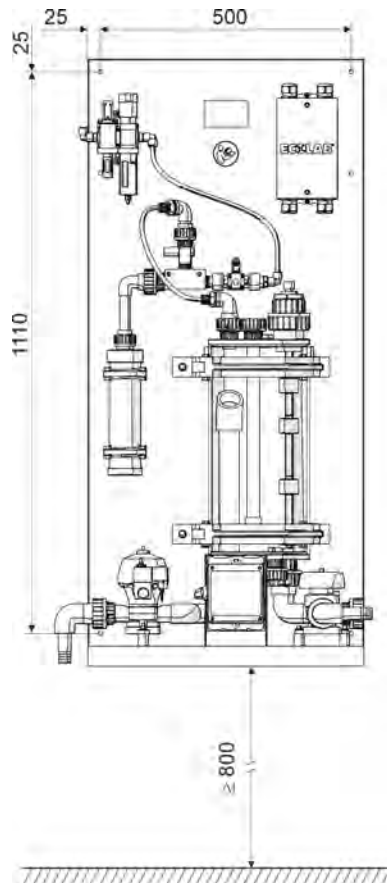

Fig. 10 : Montage mural
5. ➤ Fixer la plaque de montage avec l'ensemble des composants sur le mur conformément à la Fig. 10.